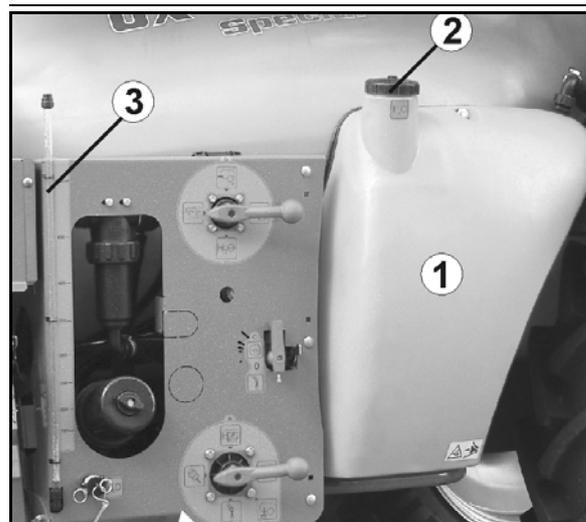

Fig. 59
- Remplissage avec parcours d'écoulement libre et goulot orientable (Fig. 59).